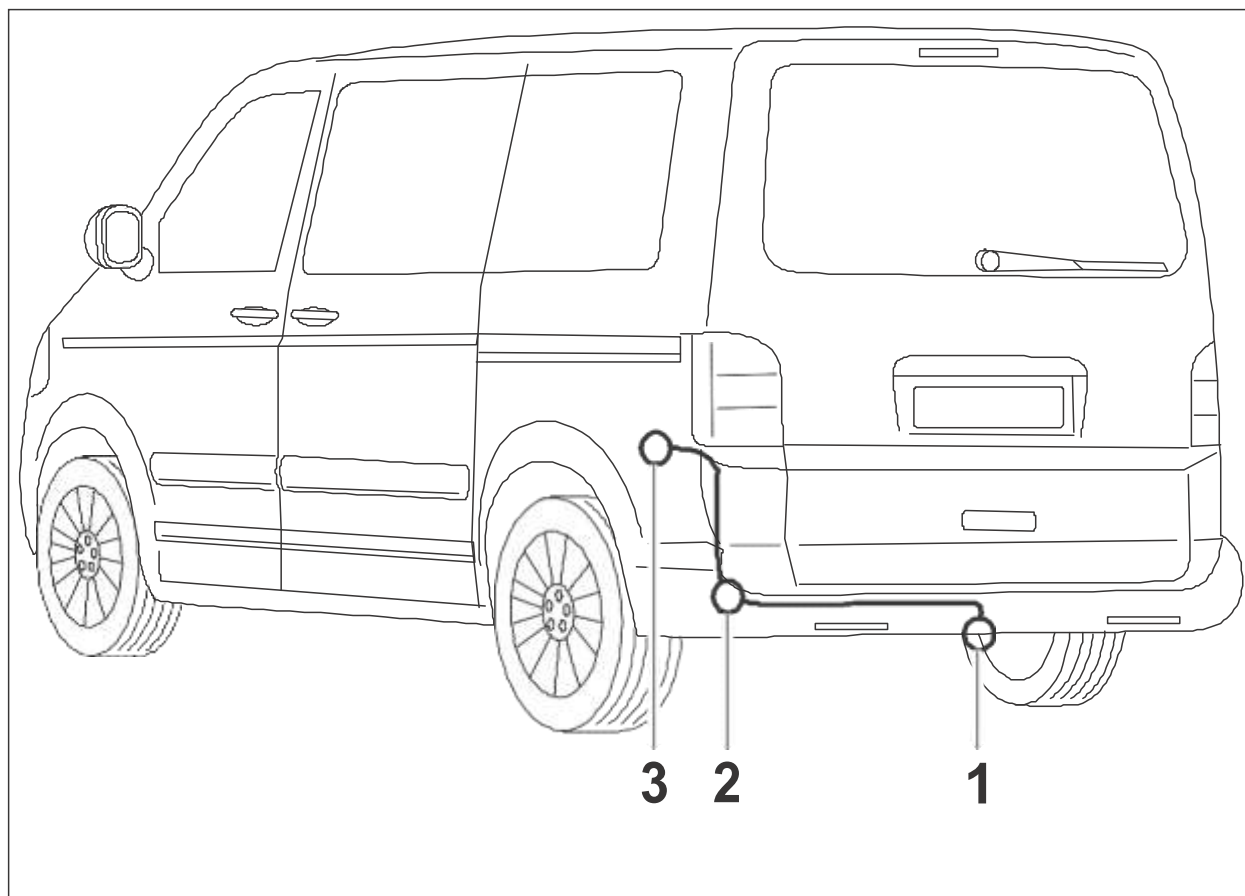

Рис. 1 Краткое описание мест установки
3. Вывести конец жгута проводов с розеткой через проходную втулку (рис. 1/2) автомобиля сзади слева наружу и провести к крепёжной пластине розетки (рис. 1/1). Дополнительно загерметизировать проходную втулку бутиловым шнуром из комплекта поставки.
7. Прикрепить розетку при помощи имеющихся в ней винтов к крепёжной пластине (рис. 1/1).
9. Надеть проходную втулку (рис. 1/2) автомобиля на жгут проводов, передвинуть вдоль жгута и вставить снаружи в отверстие на автомобиле. Дополнительно загерметизировать проходную втулку уплотнительной пластиной (бутиловым шнуром) из комплекта поставки.
10. Вставить 8- и 12-контактные разъёмы в ответные разъёмы соединительной точки сзади слева (рис. 1/3) и защёлкнуть. При наличии отсоединить уже имеющийся в автомобиле 8-контактный переходный разъём (более не понадобится).